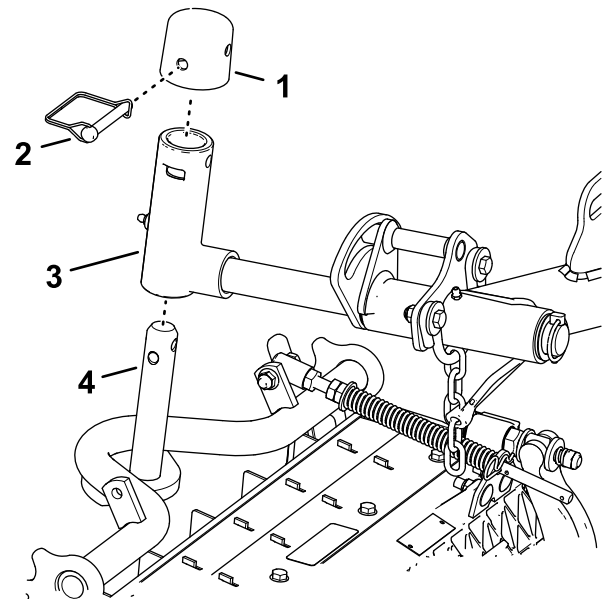

Bild 17
1. Schieben Sie ein Mähwerk unter den Hubarm (Bild 17).
Verriegeln Sie den Drehzapfen der Mähwerke, damit sich die Mähwerke beim Mähen an einem Hang nicht hangabwärts drehen. Benutzen Sie die Bohrung im Gelenkjoch (**Bild 17**), um das Mähwerk zu arretieren. Verwenden Sie den Schlitz, wenn Sie das Mähwerk lenken möchten.